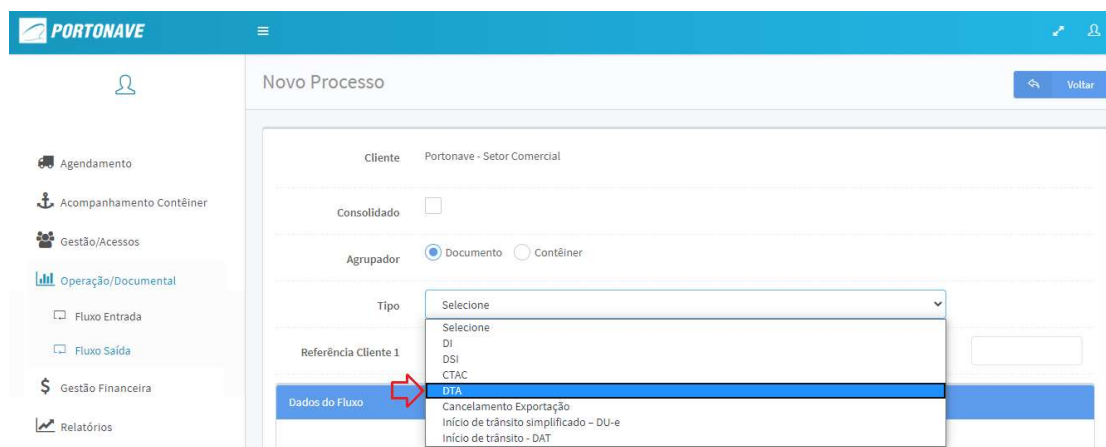

Figura 04 – Tela Informações do Processo.
- 3- Na opção **Tipo**, selecione o processo correspondente – **DTA** (**Figura 04**);